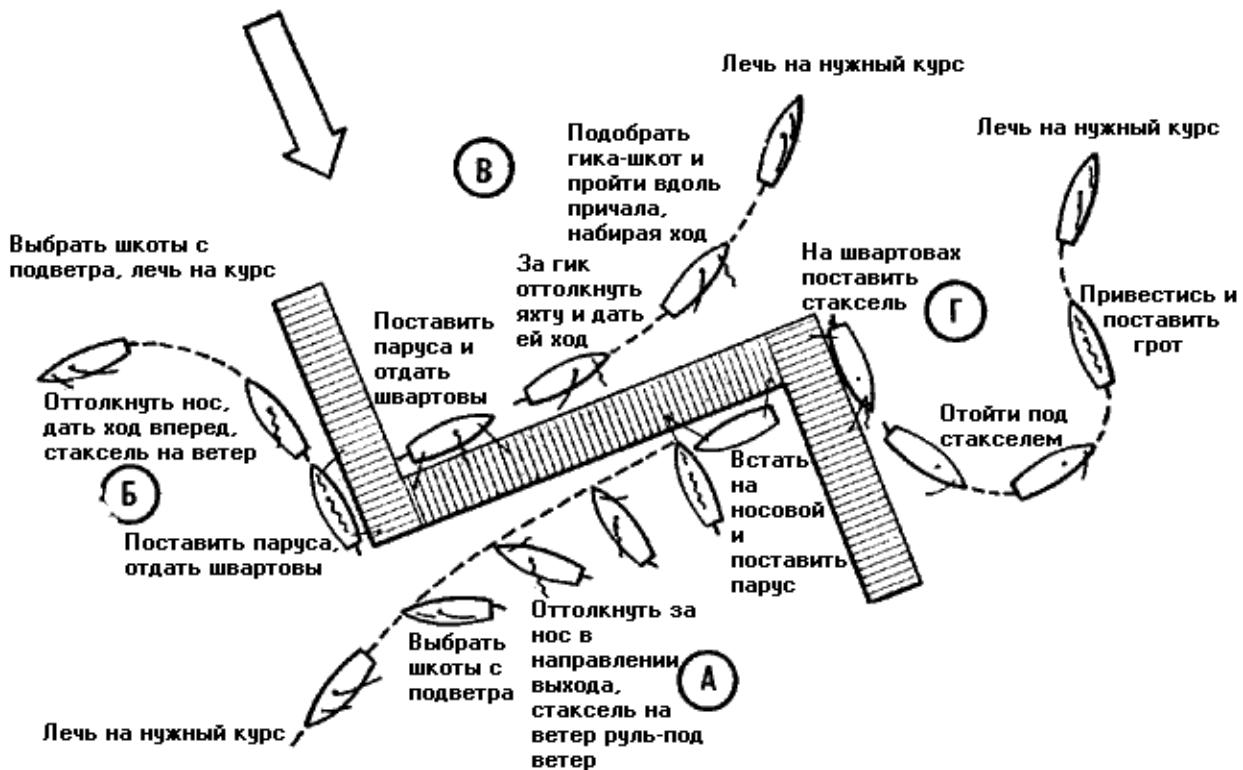

Рис. 124. Как отойти от причала:
Разберем четыре основных варианта обстановки, определяющей действия экипажа яхты при отходе от причала \* (рис. 124). Самый простой из них—ветер дует от причала (так называемый
**При ветре, дующем вдоль причала,** яхту швартуют носом против ветра носовым и кормовым швартовами. Последний можно заложить серьюгой. По готовности к отходу отдают сначала носовой швартов, нос яхты отталкивают от причала и выбирают стаксель-шкот с того борта, которым она была ошвартована. Затем, когда стаксель заберет и яхта достаточно увалится, отдают кормовой швартов и выбирают шкоты с подветренного борта (**рис. 124, Б.**).
Иногда обстановка вынуждает отходить от причала по ветру, то есть когда ветер дует в корму. Тогда ставят только передние паруса и, отойдя под ними на чистую воду, приводятся на курс бейдевинд и ставят грот (**рис. 124, Г.**). В очень слабый ветер можно поставить грот и на курсе фордевинд. Но делают это только в самых крайних случаях, тщательно выбирая гика-шкоты и поддерживая гик в рабочем положении на топенантах; рулевой внимательно следит за постановкой паруса и действует рулём таким образом, чтобы не давать яхте приводиться. В свежий ветер ставить грот на курсе фордевинд не следует ни при каких обстоятельствах.
время ведет яхту вдоль причала, постепенно увеличивая расстояние от него. Получив хотя бы небольшую, но устойчивую скорость под гротом, можно ставить стаксель и ложиться на курс или делать поворот (**рис. 124, В**). Бывает, что впереди мало свободного пространства. Тогда поворот надо делать сразу же, как только яхта наберет достаточный ход. Приняв на борт матросов, рулевой приводит судно до положения левентик (беречь корму!); стаксель быстро выносит на ветер и делают поворот оверштаг. В такой момент очень опасно потерять ход—яхту неминуемо бросит на причал. Учитывая сложность отхода при навальном ветре, делать это следует только в самом крайнем случае и только когда все подробности маневра тщательно продуманы.